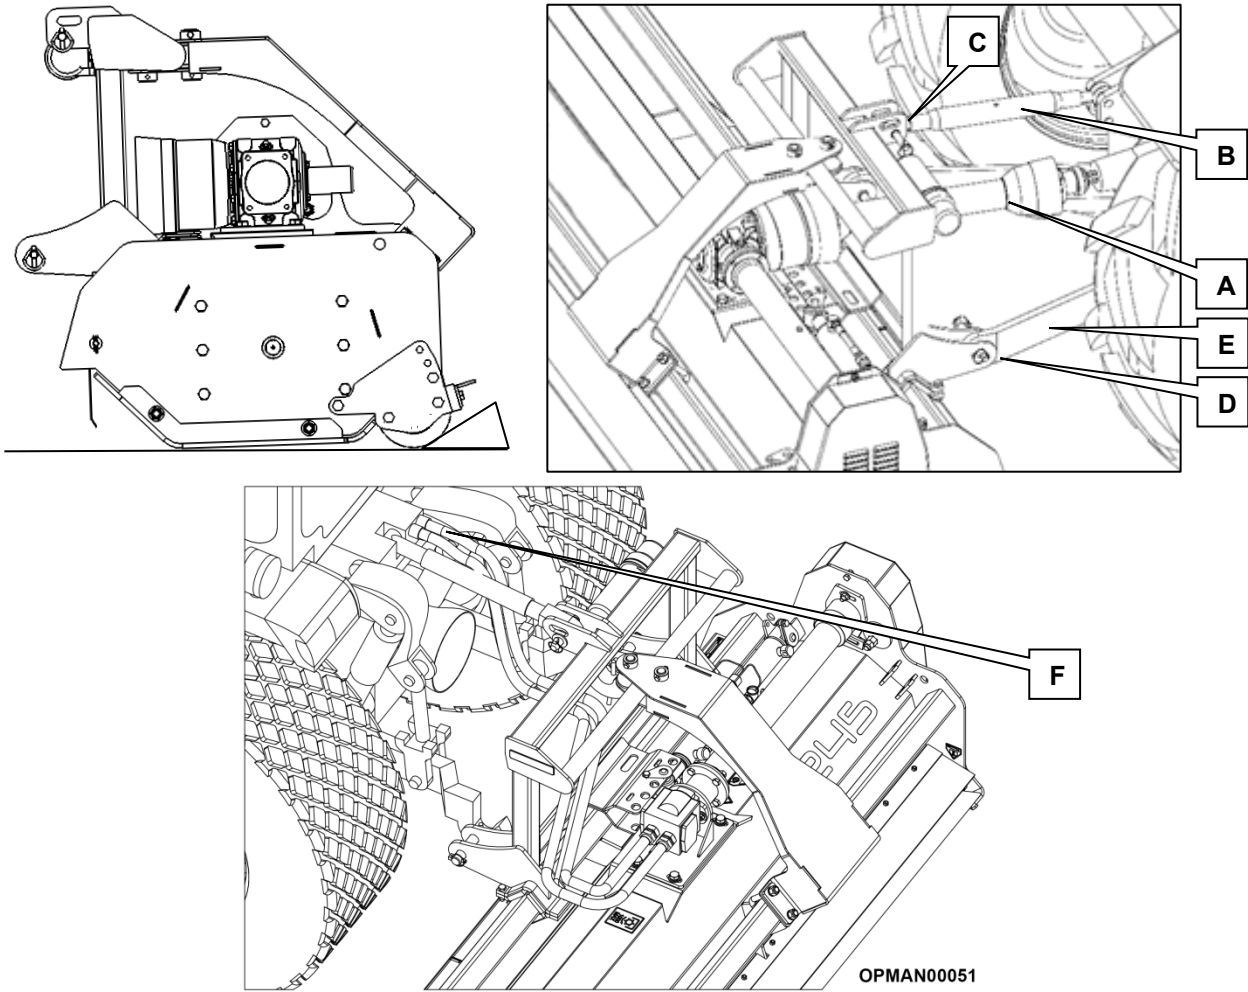

Рис. 8.1
- 8.2.1.1 Во избежание риска перекачивания найдите безопасное место с твердым ровным основанием для хранения косилки. При необходимости заклините ролик, чтобы предотвратить случайное движение, см. Рисунок 8.1.